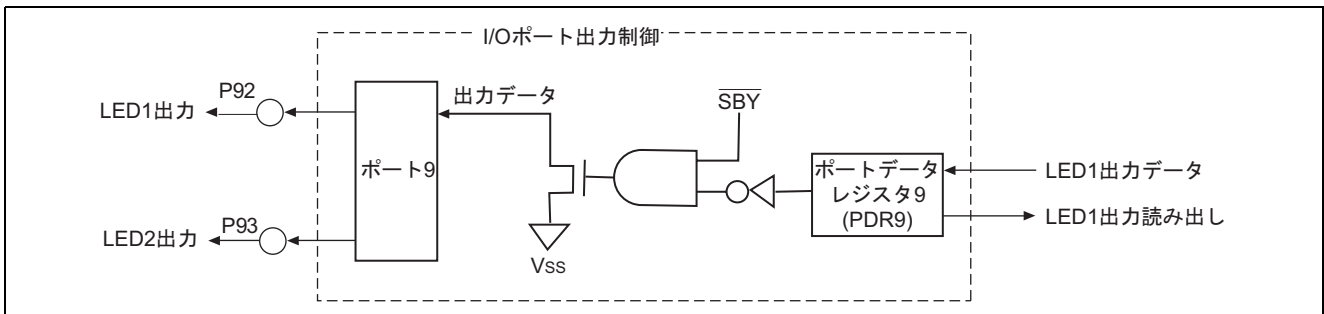

図 2 I/O ポート機能のブロック図
- (1) 本タスク例では、I/O ポートに接続した LED の点滅動作を行いません。
- (a) 図 2 に I/O ポートのブロック図を示します。以下に I/O ポートのブロック図について説明します。